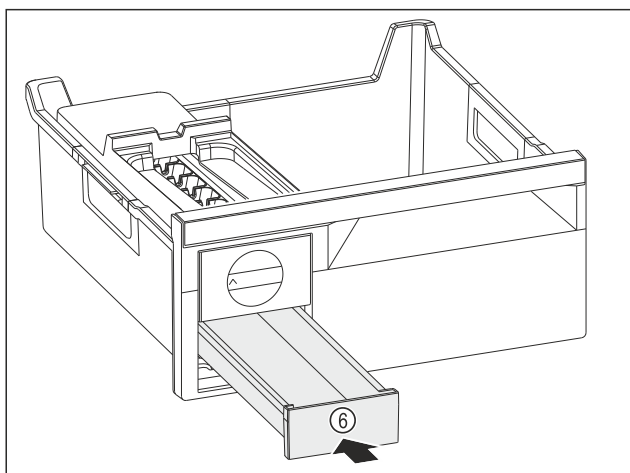

Fig. 150
- ▶ Zásuvku na kostky ledu Fig. 150 (6) zasuňte.